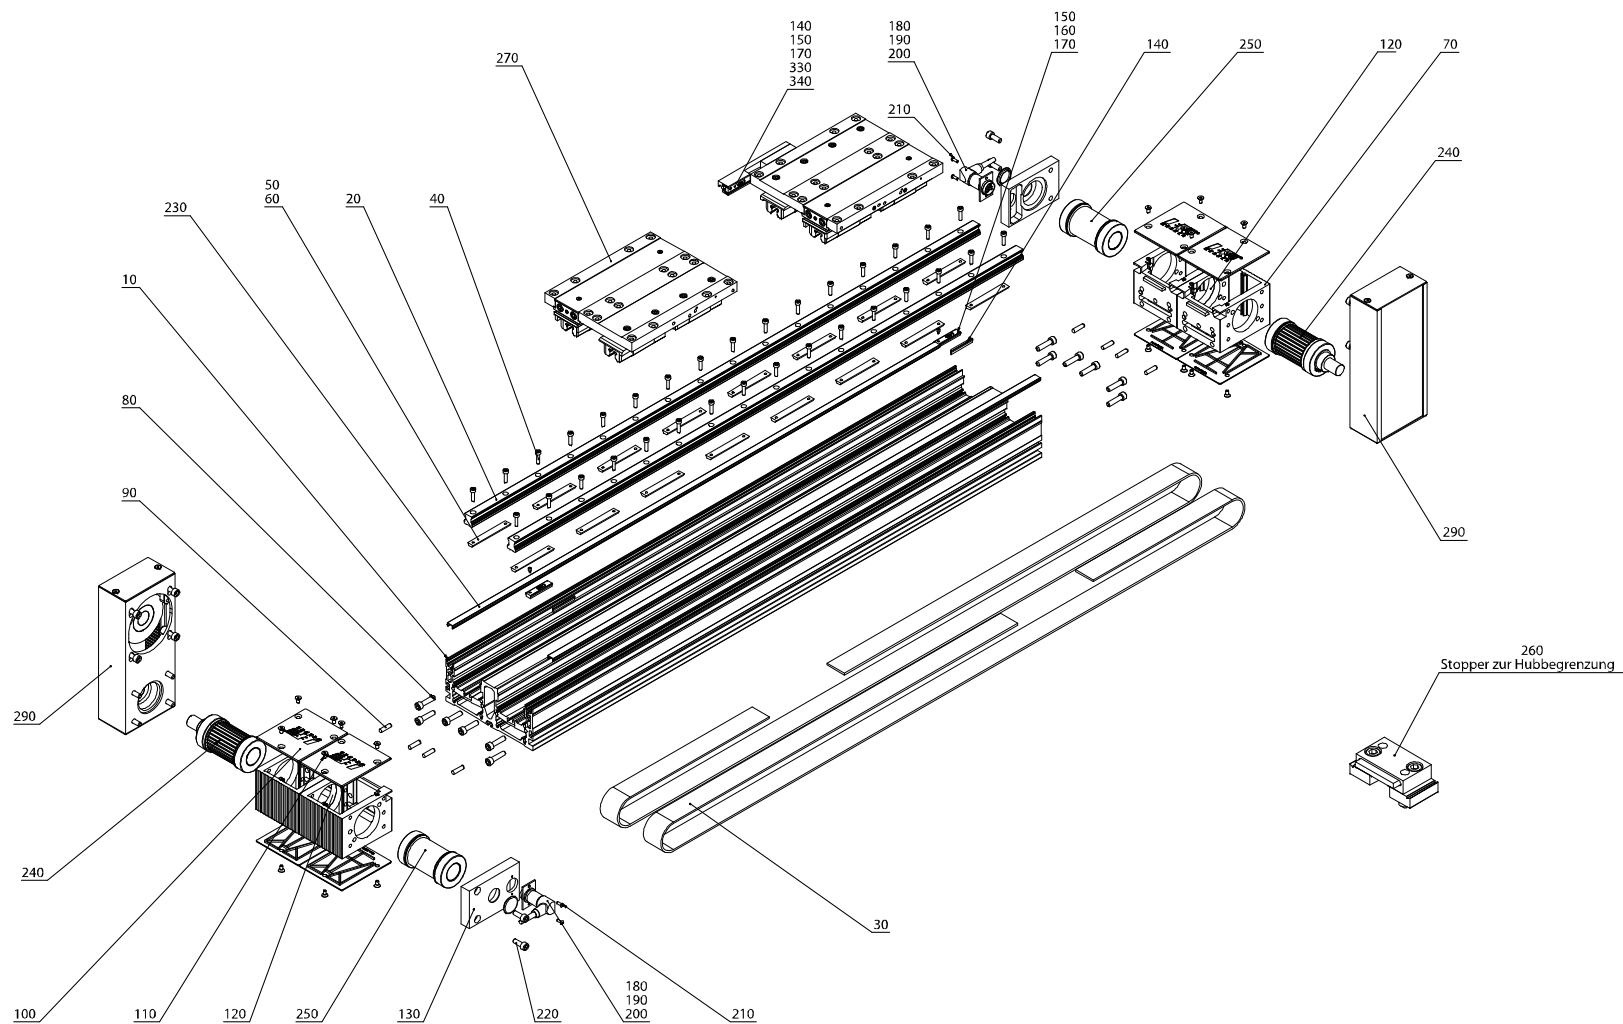

Abbildung 22: Lineareinheit 160/15G mit Zahnriemengetriebe
Zur Erläuterung siehe *Abbildung 22*, *Seite 27* und *Abbildung 24*, *Seite 31*.
- *Abbildung 22*, *Seite 27*: Kunststoffabdeckungen (Pos.100) entfernen
- Kunststoffabdeckungen (Pos.100, *Abbildung 22*, *Seite 27*) wieder anbringen
Teilegruppe 1000588 (Zeichnung siehe *Abbildung 22, Seite 27*)